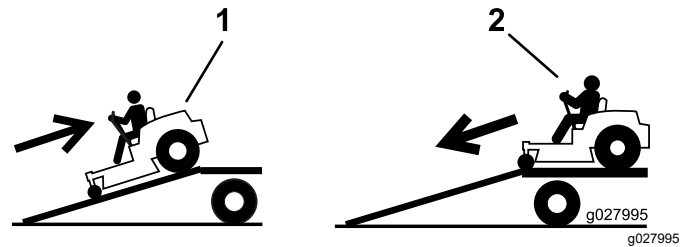

Figura 30
2. Baje la máquina por la rampa conduciendo hacia adelante (Figura 30).